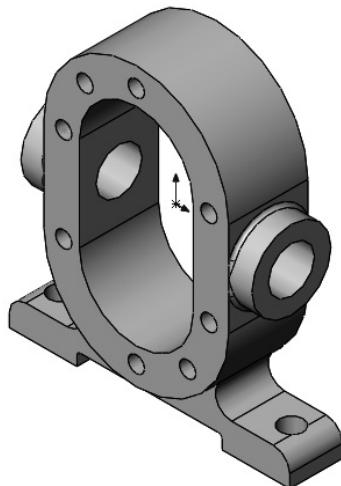

图 10-3 插入齿轮泵基座
- 单击【确定】按钮，装配体绘图区中插入齿轮泵基座，如图 10-3 所示。